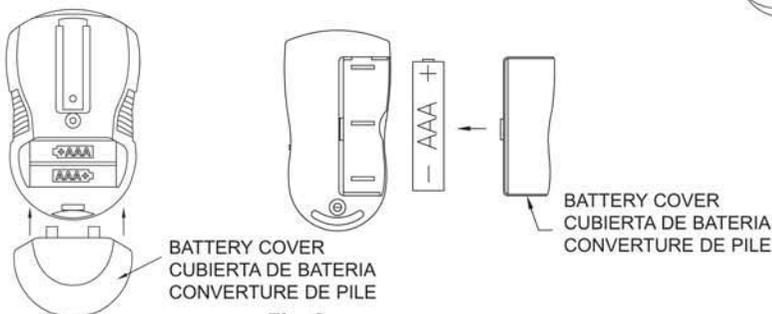

Fig. 2
Étape 5-1 Remplacement de pile Fig. 2